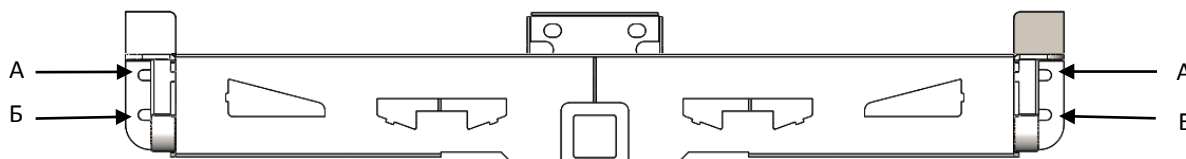

Рис.2
3. Снять левый и правый кронштейны металлического каркаса, вывернув болты из отверстий А и Б (рис.2).
- Установить металлический каркас бампера на кронштейны в местах А и Б болтами М12х30* (рис.2). **ВНИМАНИЕ!** Болты не затягивать.